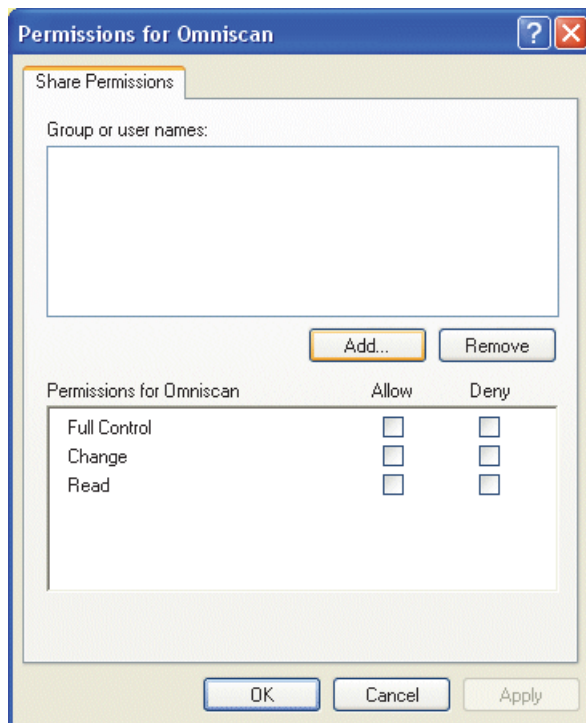

Рис. 7-15 Окно Разрешения для Omniscan (Windows XP)
7. В диалоговом окне **Permissions for Omniscan** нажмите **Add** [Добавить] (см. Рис. 7-15 на стр. 228).